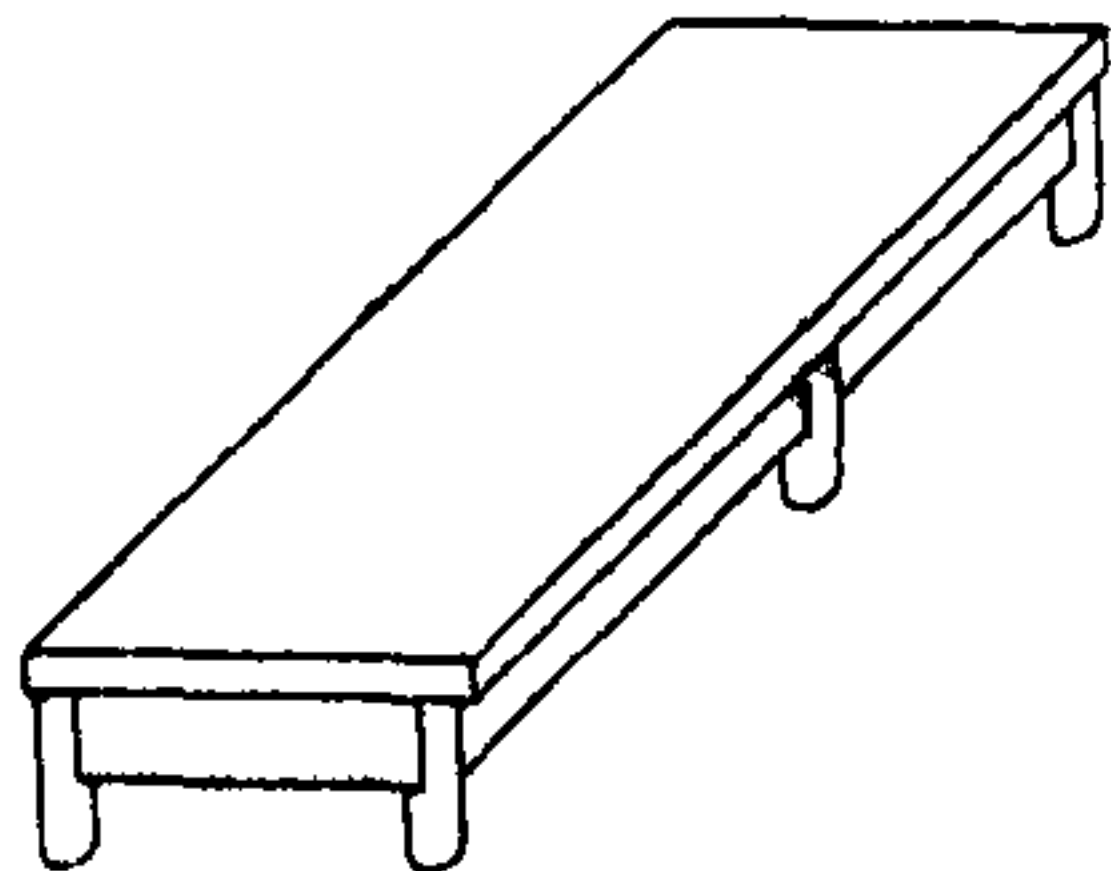

Рис. 12. Стеллаж для сборки узлов и агрегатов
4. Стеллаж для разборки и сборки агрегатов или узлов (рис. 12).